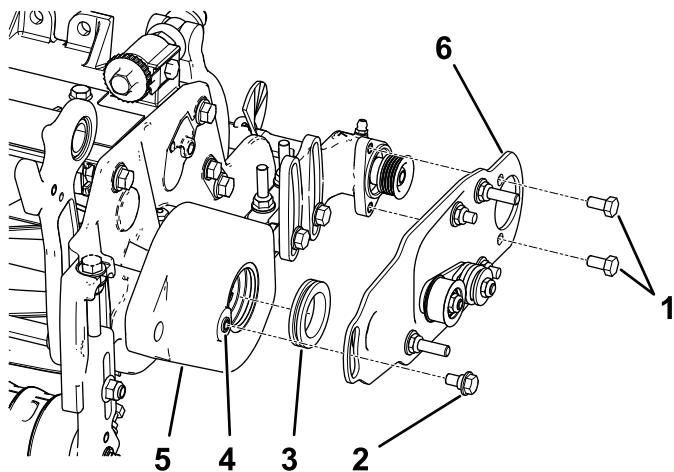

Рисунок 10
2. Нанесите слой консистентной смазки по внутреннему диаметру втулки в корпусе щетки катка (Рисунок 10).
3. Установите поворотную пластину левой или правой щетки катка (Рисунок 10).
Примечание: Убедитесь, что узел натяжного шкива установлен в нижней части, как показано на Рисунок 10.
4. Нанесите стопорящий состав для резьбы на два болта (5/16 x 1/2 дюйма) и используйте эти болты для установки пластины щетки на корпус подшипника щетки катка (Рисунок 10).
5. Удалите любые остатки краски с резьбы корпуса щетки катка, используя метчик на 5/16–18, прежде чем заворачивать болт с буртиком (Рисунок 10).
6. Нанесите стопорящий состав для резьбы на болт с буртиком (Рисунок 10).
7. Прикрепите пластину щетки к корпусу щетки катка с помощью болта с буртиком (Рисунок 10).